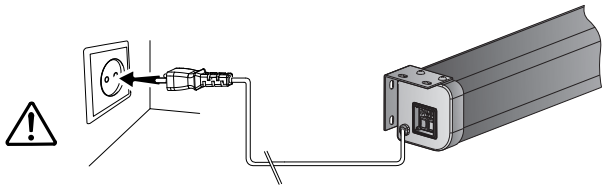

图 10
- 2. 将电源插头插入电源插座，使银幕接通电源。（如图 10）